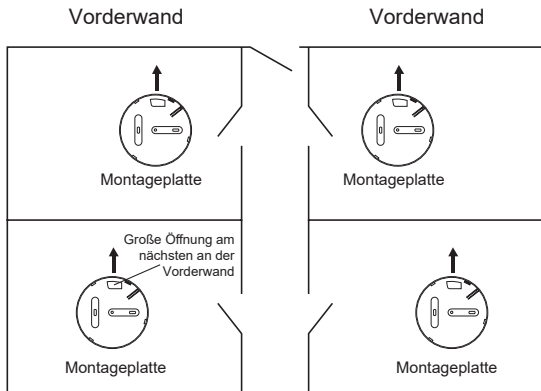

Abb. 11
- Bei Warnmeldern mit Funkmodul sollten Sie sicherstellen, dass alle Warnmelder in die gleiche Richtung zeigen. Wählen Sie dafür einen Gebäudeteil – z. B. die vordere Hauswand – aus und richten anschließend die Installation aller Montageplatten danach aus (siehe Abbildung 11).